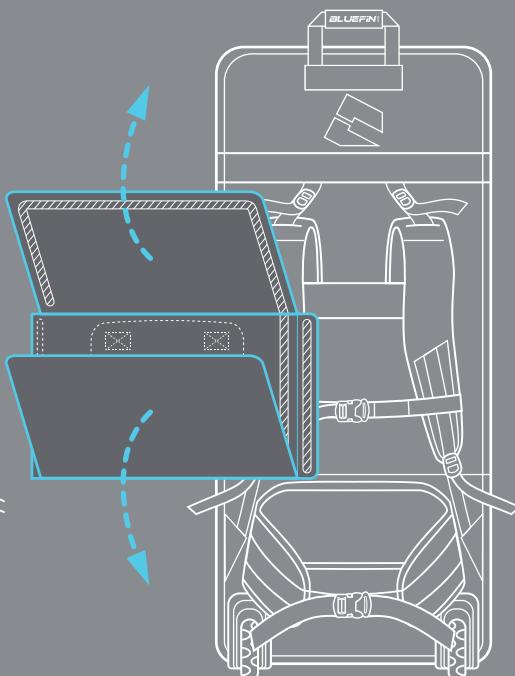

Figura 3.
- Aprire il copricinghia per contenere le cinghie di trasporto e fissarle utilizzando il bordo in velcro. Figura 3